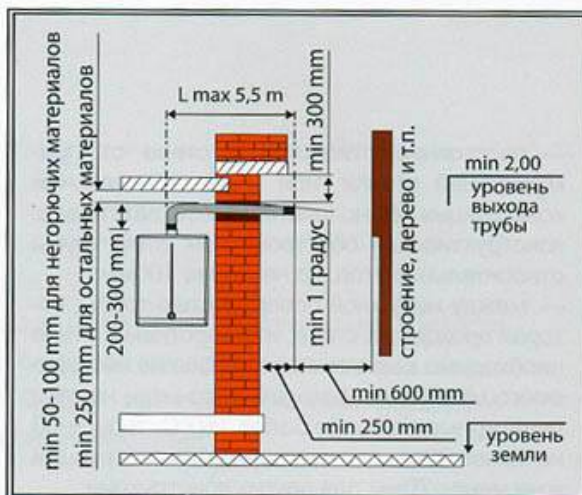

Рис. 15
1. Условия конструктивного исполнения трубы типа "FF" (Рис. 15):
3. Условия монтажа трубы типа "FF" (Рис. 15):